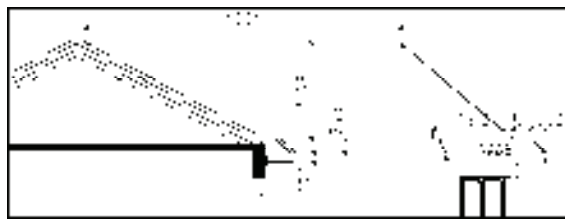

图 13-236 修剪线段
6) 调用“直线”命令, 绘制直线; 调用“修剪”命令, 修剪线段, 结果如图 13-236 所示。